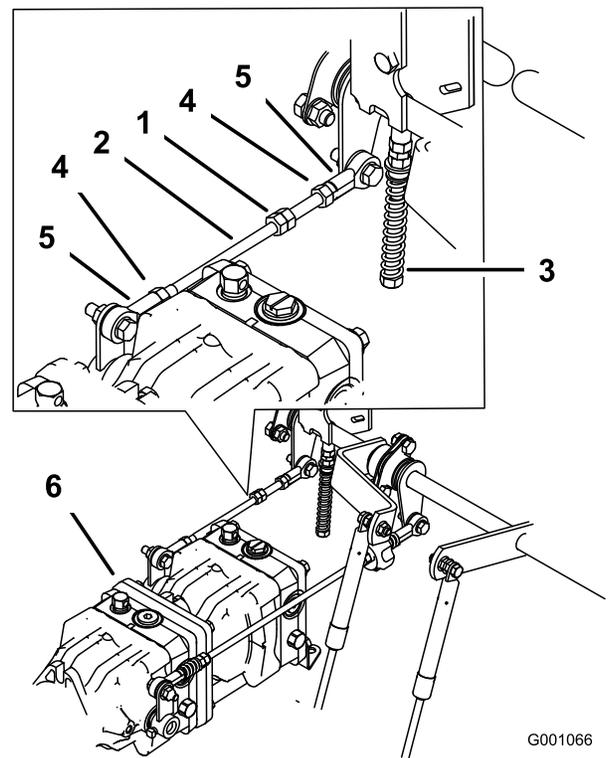

Figura 70
- Afloje las contratuercas de la articulación esférica de la varilla de control de la bomba (Figura 70).
- Ajuste la longitud de la varilla de la bomba girando las tuercas dobles de la varilla, en el sentido apropiado, hasta que la rueda quede estacionaria o se mueva muy lentamente en marcha atrás (Figura 70).
- Apriete las contratuercas de las articulaciones esféricas (Figura 70).